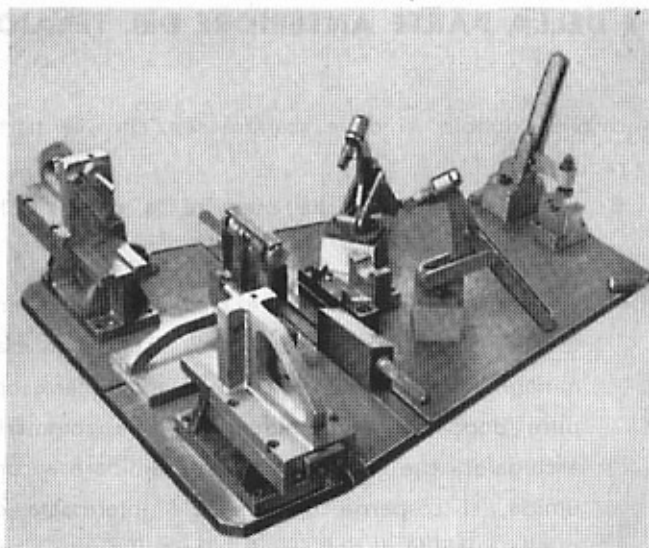

Fig. 61
a) **RADDRIZZATURA DELLA FORCELLA**, attrezzo n. 59651, fig. 61.